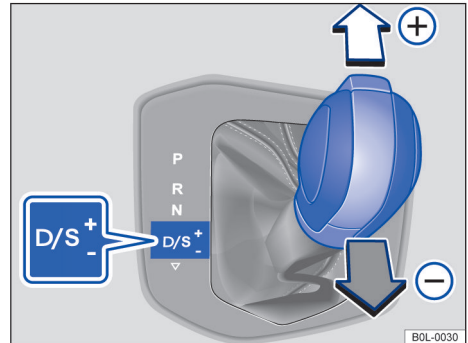

图 85 变速杆处于 Tiptronic 位置
- 向前  或向后  轻推变速杆即可上下切换速挡 → 图 85。